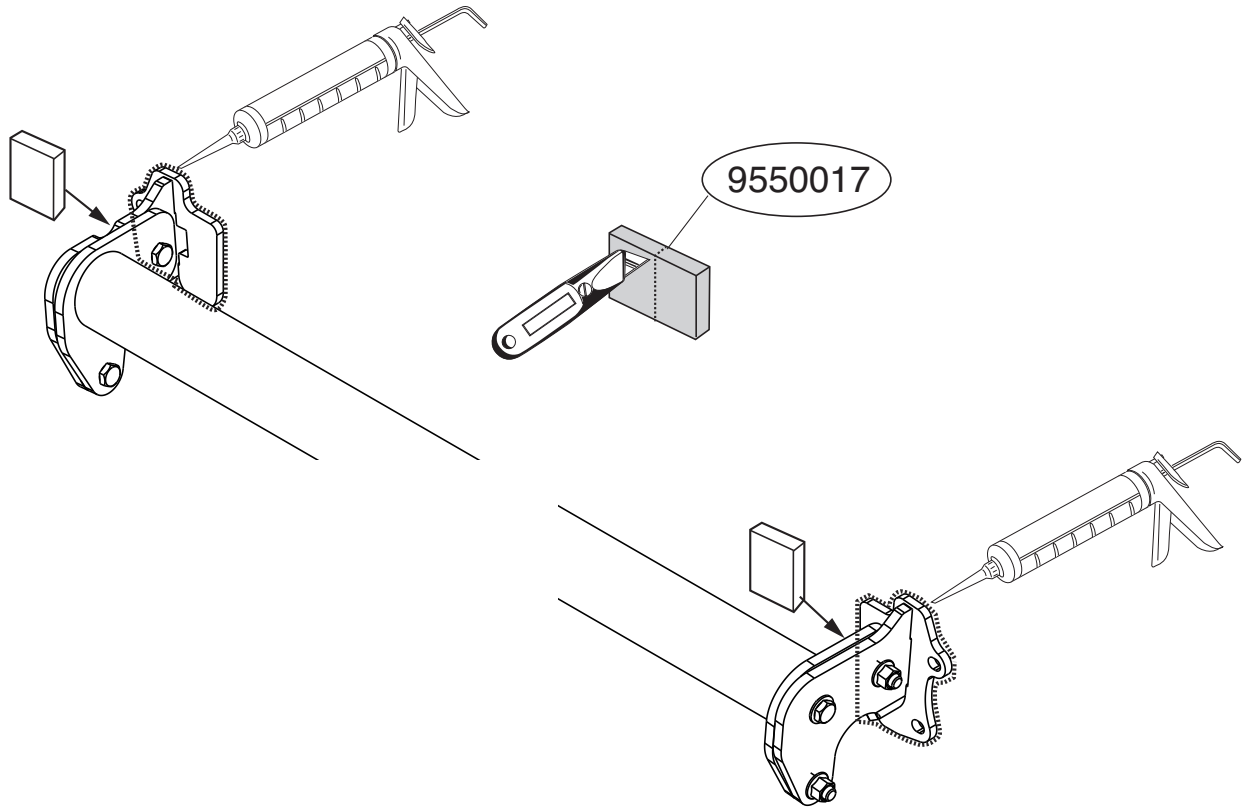

Fig. 3
12. В качестве уплотнения, вставить один полиэтиленовых элемента в балки шасси. См. рисунок 3.